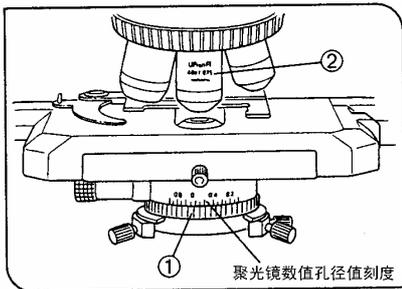

图 32
将聚光镜数值孔径刻度①设置为相应物镜数值孔径值的大约 80%。(图 32)